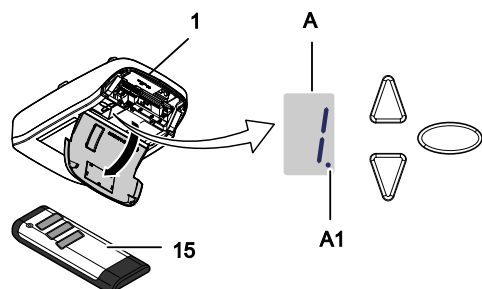

Fig. 4: Elementos de manejo
Monte la consola de conexión (11) en la puerta de garaje (fig. 4).
Si fuera necesario, cargue el paquete de baterías (17a) tal y como se describe en el capítulo «Cargar el paquete de batería» (fig. 4).